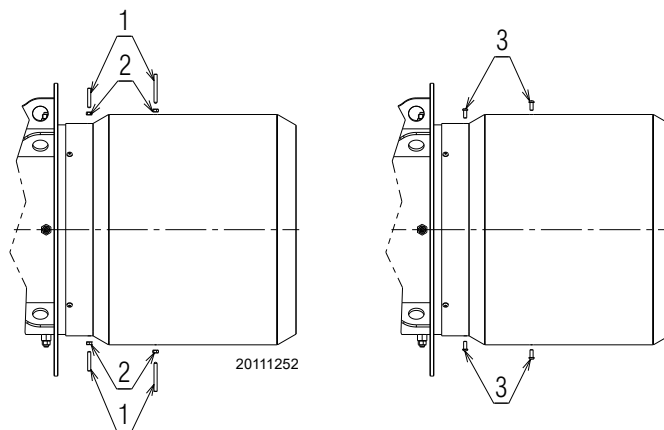

Fig. 12
- Prima di montare il bruciatore sulla caldaia rimuovere le viti e i dadi 1)-2)(Fig. 12).